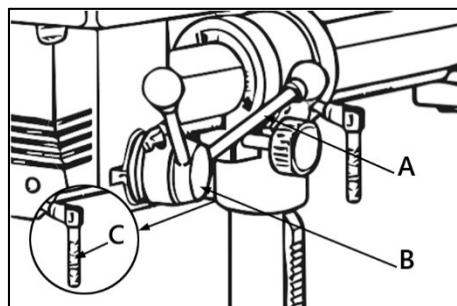
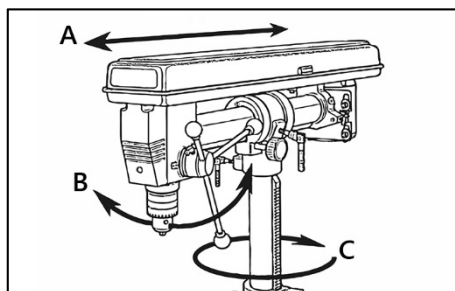
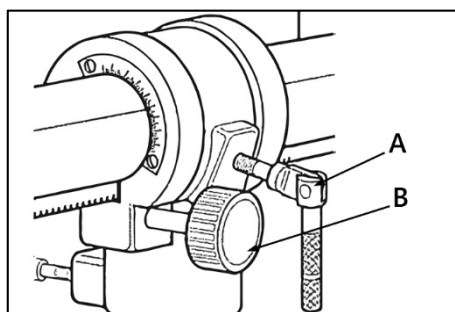
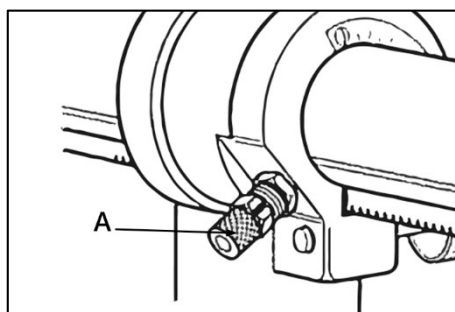

Рисунок 7.
Рисунок 15.
Рисунок 16.
Рисунок 17.
Аккуратно поднимите сверлильную головку (рис. 7), наденьте ее на колонну до упора. Выровняйте головку относительно стола и основания. Затяните рукоятку фиксации (С) на левой стороне кронштейна сверлильной головки.
Для горизонтального перемещения (A) сверлильной головки (рис. 15), ослабьте рукоятку блокировки A (рис. 16) и поворачивайте ручку (B) до достижения необходимого результата. Затяните рукоятку блокировки.
Для наклона (B) сверлильной головки (рис. 15), ослабьте рукоятку блокировки (A) (рис. 16). Оттяните пружинный штифт (A) (рис. 17) и поверните сверлильную головку под необходимым углом. Затяните рукоятку блокировки.
Для поворота (C) сверлильной головки вокруг колонны (рис. 15), ослабьте рукоятку фиксации C (рис. 7), поверните головку, затяните рукоятку.